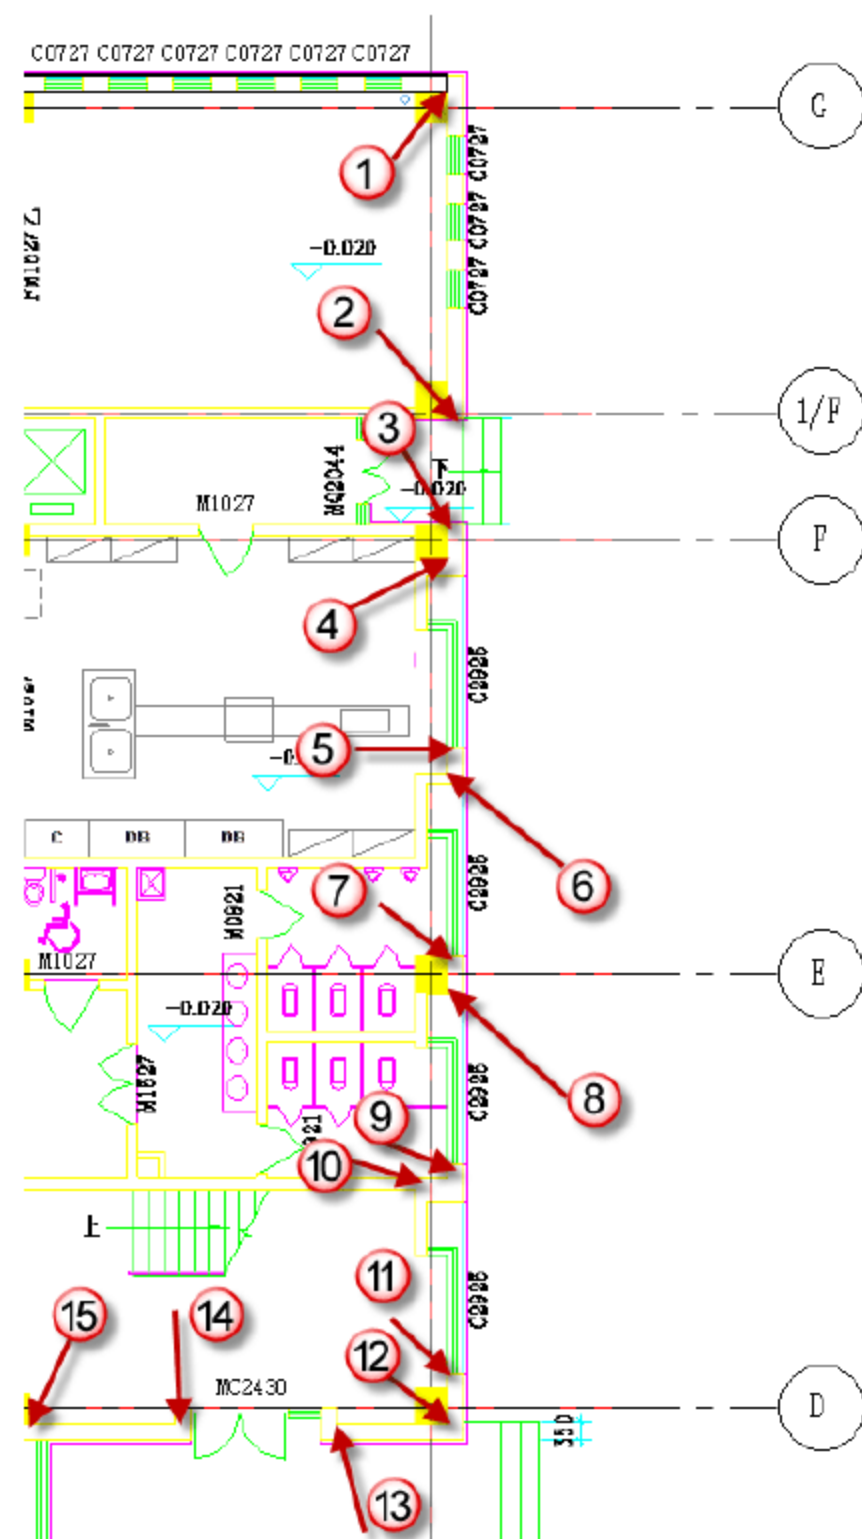

图 10.1.61 一层叠层墙-300mm 外墙绘制捕捉
(7) 绘制 11 轴线交 D 轴线和 G 轴线之间的外墙。选择“建筑”→“墙”→“墙：建筑”命令，也可以直接按快捷键 W+A。选择“一层叠层墙-300mm”墙族，将“偏移量”改为“150mm”，其他参数不变，依次捕捉图 10.1.61 所示位置绘制墙体。然后将“墙类型”改为“一层叠层墙-200mm”，将“偏移量”改为“100mm”，其他参数不变，依次捕捉图